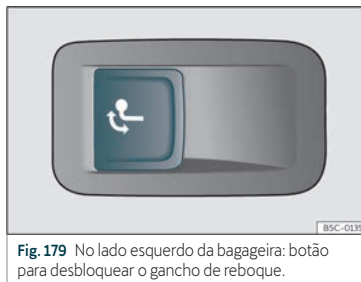

Fig. 179 No lado esquerdo da bagageira: botão para desbloquear o gancho de reboque.
- Puxe o botão » » » **Fig. 179** de forma breve. O gancho de reboque desbloqueia-se eletricamente e roda-se automaticamente para fora. A luz de controlo do botão pisca.
- Puxe o botão » » » **Fig. 179** de forma breve. O gancho de reboque desbloqueia-se eletricamente.
- Se o aviso de controlo do botão»» Fig. 179 ➔ *piscar*, significa que o gancho de reboque ainda não encaixou corretamente ou está danificado »» ⚠.
- Se a luz de controlo»» Fig. 179 ➔ *permanecer acesa* com a porta da bagageira aberta, o gancho de reboque está corretamente encaixado, tanto quando está retirado como quando está oculto.
- Não pressione nunca o botão»» Fig. 179 quando tiver um reboque engatado ou estiver montado um porta-bagagens ou outros acessórios sobre o gancho de reboque.